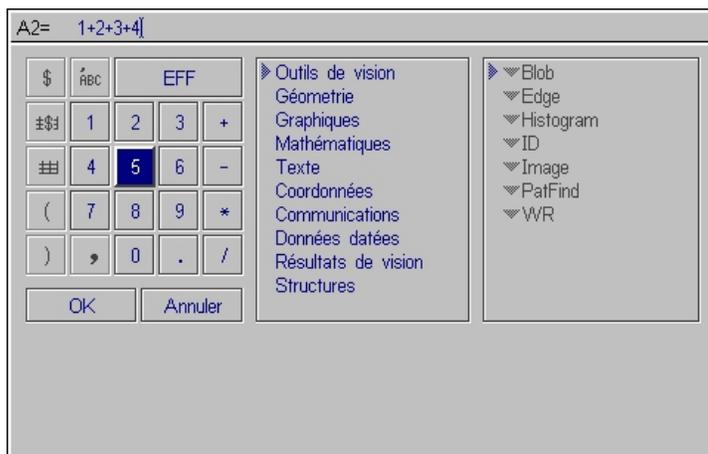

Figure 4-3. Formule arithmétique simple dans l'éditeur de formules
3. Vous pouvez saisir des chiffres et les principaux opérateurs arithmétiques (+, -, /, *) avec le pavé numérique à l'écran ou avec le clavier. Si vous utilisez un ordinateur In-Sight PC Host, la figure 4-3 propose un exemple de formule arithmétique simple dans l'éditeur de formules.